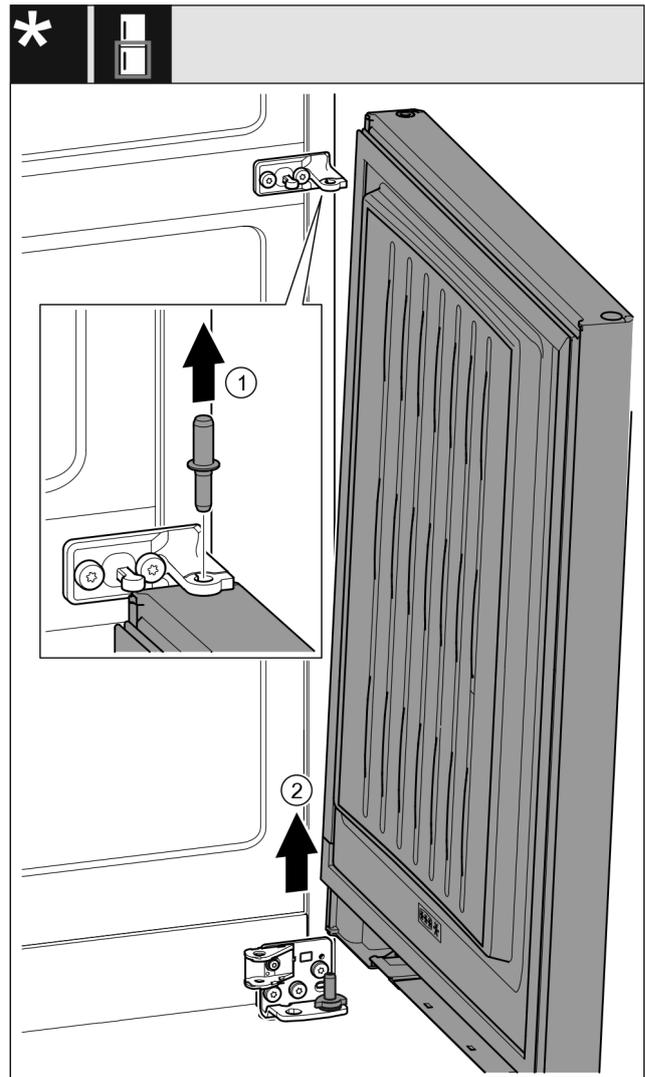

Fig. 25 *
- ▶ Estrarre il perno Fig. 25 (1) verso l'alto.*
- ▶ Ruotare all'esterno la porta Fig. 25 (2), tirarla verso l'alto e disporla a lato.*